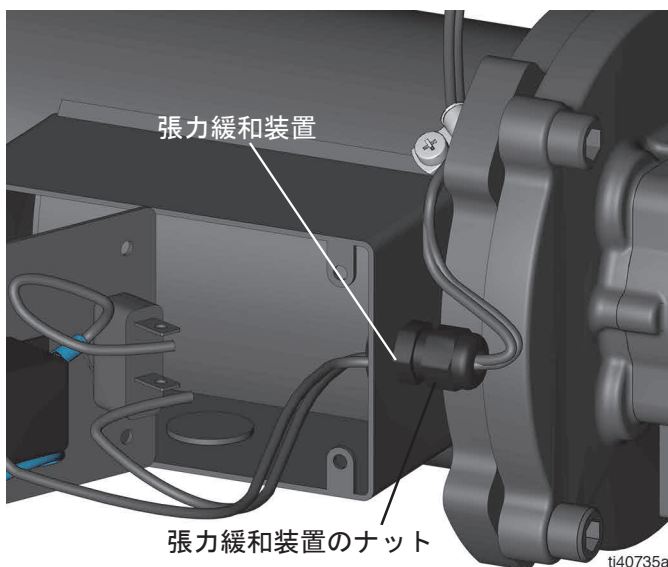

図 14
10. 張力緩和装置のナットを緩めます（図 14）。
11. 圧カスイッチのワイヤーを張力緩和装置を通して端子箱から引き抜きます（図 14）。
2. 圧力スイッチのワイヤーをワイヤー クランプに押し込み、張力緩和装置を通して端子箱に入れます (図 14、図 15)。
4. 張力緩和装置のナットをレンチで締めます (図 14 参照)。